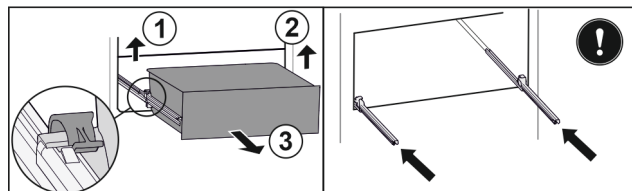

Fig. 61
- Ridicați cleva din stânga și trageți concomitent sertarul din stânga spre înainte. Fig. 61 (1)
- Ridicați cleva din dreapta și trageți concomitent sertarul din dreapta spre înainte. Fig. 61 (2)
- Extrageți sertarul spre înainte. Fig. 61 (3)